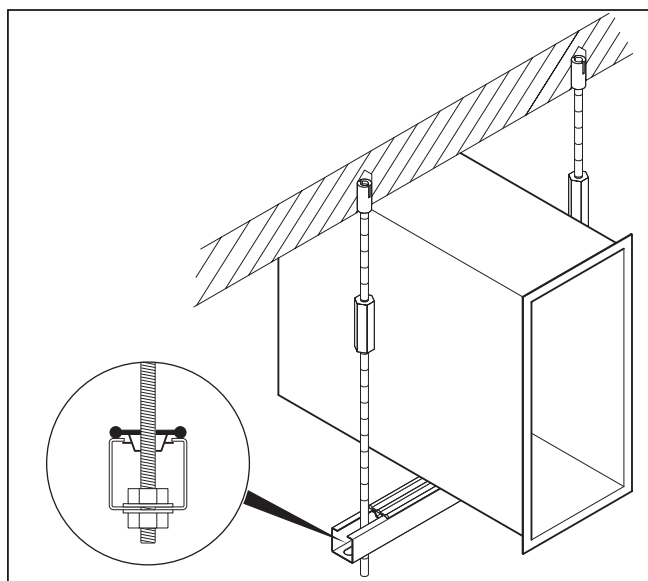

Fig. 4.1 Montering af bæreskinnesættet VWZ LM
- Monter bæreskinnesættet som vist i fig. 4.1.